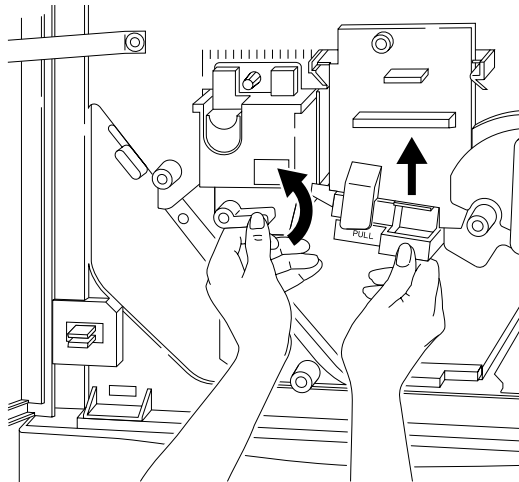

Figura 3-52 Chiusura della leva 4 e fissaggio del gruppo di trasferimento
4. Dopo aver rimosso la carta, scollegare la guida di trasferimento, riportare la leva 4 in posizione orizzontale (chiuso), come mostrato nella Figura 3-52 e chiudere la porta.